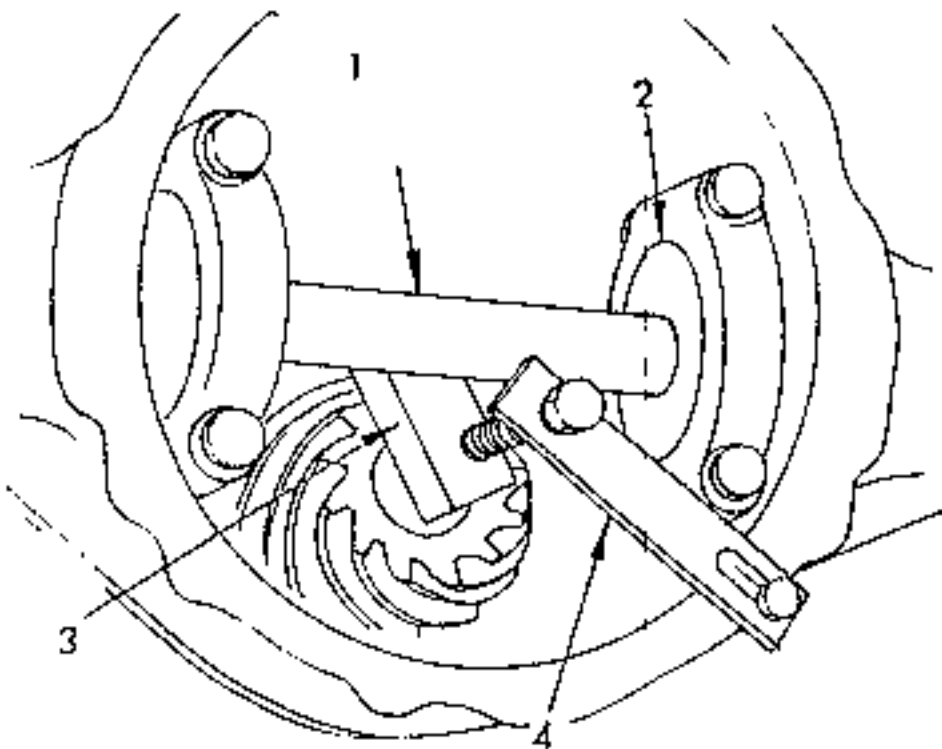

Bild 86 Spezialwerkzeuge zum Einstellen der Kegelradtiefe, im Hinterachsgehäuse eingesetzt.
- Die Messwelle J-5223-4 und die Scheibe J-5223-23 in die Differentiallagerbohrungen einsetzen, aber darauf achten, dass die beiden Scheiben einwandfrei sitzen, wie es Bild 86 zeigt.